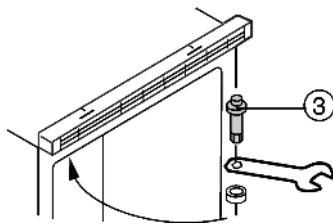

Fig. 3
- ▶ Bovenste scharnierpen Fig. 3 (3) uitdraaien en aan de andere kant **goed (met 4 Nm)** vastschroeven.
- ▶ Deur in bovenste scharnierpen Fig. 3 (3) hangen en sluiten.